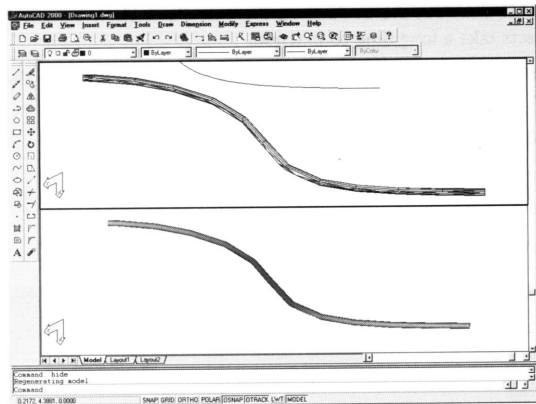

图35-16 完成的管道
7) 一旦AutoCAD结束了，改变视点以便可以看到管子(见图35-16)。